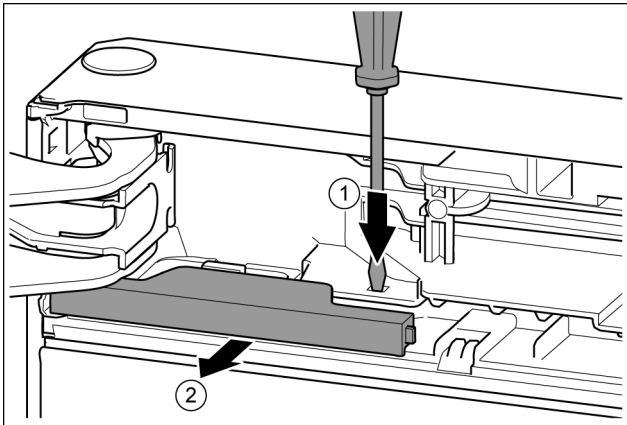

Fig. 11
- Πιέστε το αυτάκι με ίσιο κατσαβίδι. Fig. 11 (1)
- Τραβήξτε το κάλυμμα από το κούμπωμα. Fig. 11 (2)